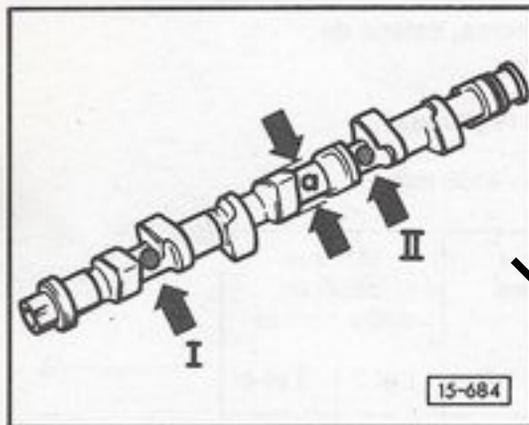

Fig. 1 Repérage de l'arbre à cames, calage de distribution
- contrôler le jeu axial  $\Rightarrow$  figure 1
- avant la repose, contrôler le jeu axial de l'arbre à cames  $\Rightarrow$  figure 1
◀ Fig. 1 Contrôle du jeu axial de l'arbre à cames